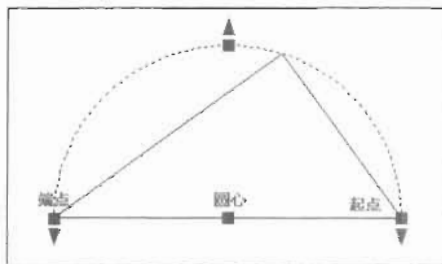

图 3-86
(8) 通过指定圆心、起点、端点绘制圆弧，如图 3-86 所示，命令执行过程如下。